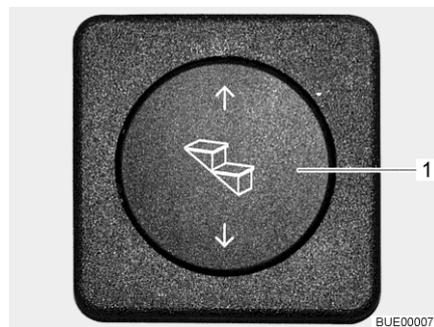

Bild 4 Wippschalter Eintrittstufe
- Ausfahren:** ■ Wippschalter (Bild 4,1) unten drücken, bis die Eintrittstufe vollständig ausgefahren ist.
- Einfahren:** ■ Wippschalter (Bild 4,1) oben drücken, bis die Eintrittstufe vollständig eingefahren ist.